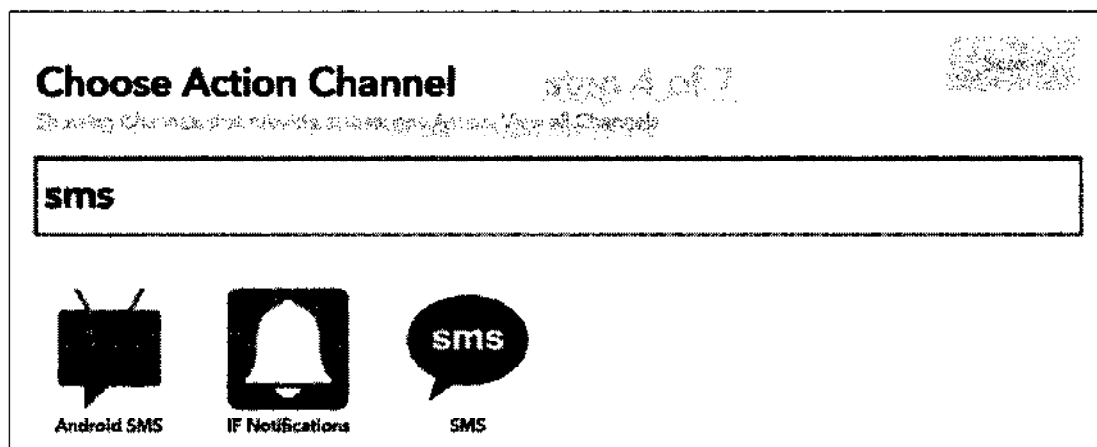

Рис. 7.17. Выбираем сервис, который выполнит действие по событию
3. Затем выберите недавно подключенный сервис SMS в качестве действия для правила (рис. 7.17).